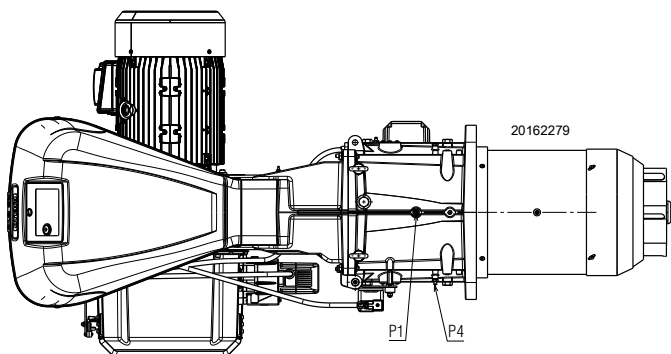

图 22
测试点 P1(图 22)处测得的燃气压力，此时：
- 用测试点 P1(图 22)测得的燃气压力减去炉膛背压。
$$\begin{aligned} \text{测试点 P1 (图 22) 处的燃气压力} &= 27.6 \text{ mbar} \\ \text{炉膛背压} &= 2 \text{ mbar} \\ 27.6 - 2 &= 25.6 \text{ mbar} \end{aligned}$$
计算测试点 P1(图 22)处所需燃气压力，将燃烧器以最大出力运行：
- 读出右边栏 1 所示测试点 P1(图 22)压力。
测试点 P1(图 22)处所需燃气压力。